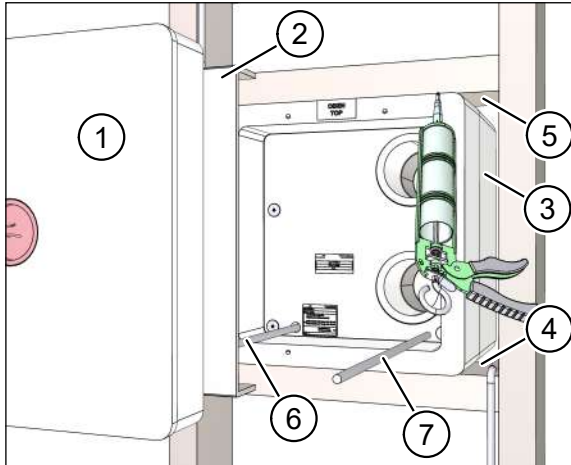

Abb. 11: Mauerkasten einsetzen und fixieren
- ▶ Entfernen Sie den Putzschutzdeckel (Pos. 1 in Abb. 11) und die Kartoneinlage (Pos. 2 in Abb. 11) vom Mauerkasten (Pos. 3 in Abb. 11).
- ▶ Bestreichen Sie die Oberseite des unteren Riegels (Pos. 4 in Abb. 11) und die Unterseite des oberen Riegels (Pos. 5 in Abb. 11) mit Montagekleber.
- ▶ Fädeln Sie das Netzkabel (Pos. 6 in Abb. 11) und ggf. das Steuerkabel (Pos. 7 in Abb. 11) durch die Kabeleinlässe im Mauerkasten.